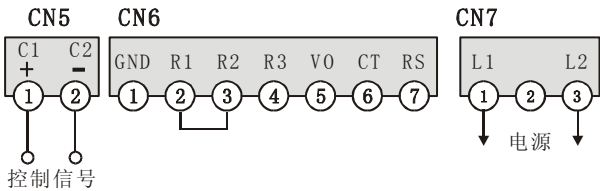

图3：最简自动控制接线图
5.3.1.1 自动调试：按图 3 的自动控制接线，将控制信号的输出接到 C1、C2 端，R1、R2 短路，输入变化信号逐步增大时，绿色输入灯亮度和负载电压应随输入增大而增大。负载电压、电流应均匀变化且三相平衡。